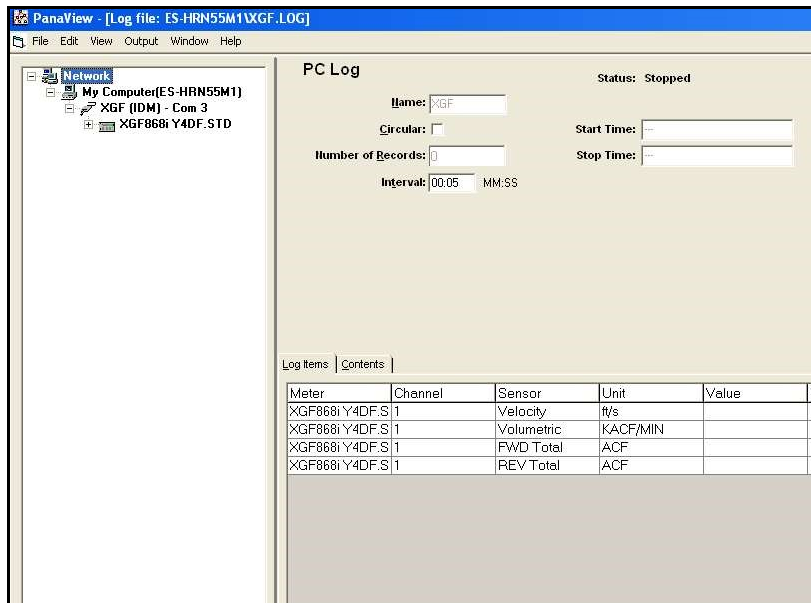

Figure 18: fenêtre PC Log (Journal sur PC)
6. Dans la fenêtre *PC Log* (Journal sur PC) obtenue, illustrée *Figure 18*, cochez la case *Circular* (Circulaire) pour créer un journal circulaire, ou laissez-la vide pour créer un journal linéaire.
7. Saisissez un intervalle d'échantillonnage dans la zone de texte *Interval* de la fenêtre illustrée *Figure 18*.